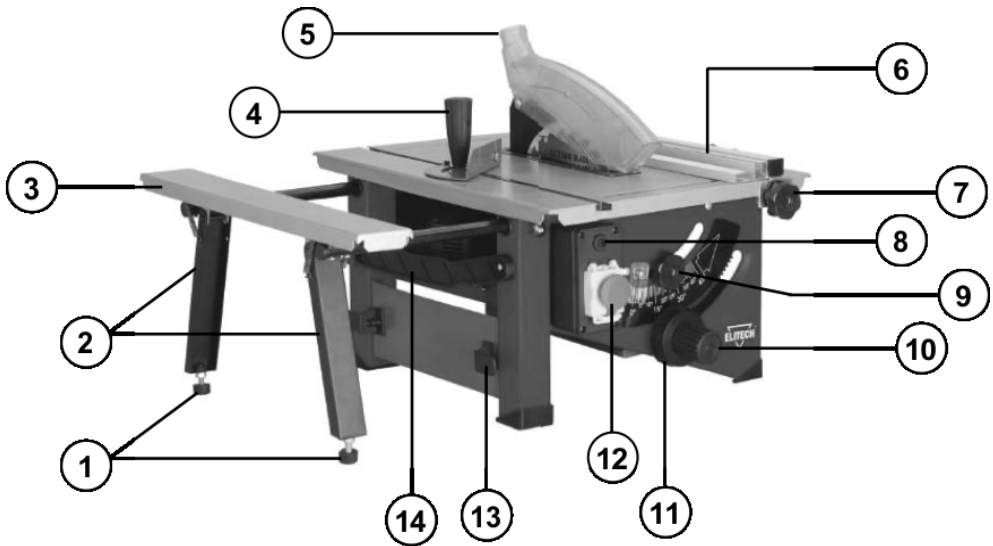
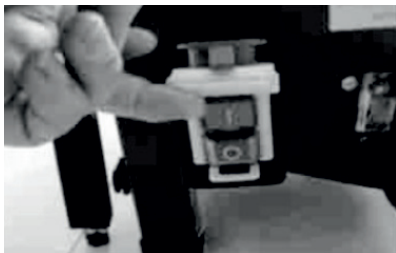

Рис. 1
Рис. 9
1. Установите пильный диск в верхнее положение с помощью ручки 10 (Рис. 1).
Вращайте колесо 10 (Рис. 1) против часовой стрелки для увеличения глубины распила, и по часовой для уменьшения.
1. Для выбора нужного угла распила вращайте колесо 11 (Рис. 1), от «0», до 45°
2. Для фиксации положения используйте фиксатор 9 (Рис. 1).
1. Установите параллельную планку на станок и зафиксируйте ее ручками фиксации параллельного упора (рис. 1);
1. Вставьте направляющие стержни в отверстия на раме станка (рис. 1) установите на торцы стержней фиксаторы.
4. Отрегулируйте высоту удлинителя стола регулировочными ножками (рис. 1)
Для включения пилы нажмите зелёную кнопку «I» на выключателе 7 (Рис. 1)
Данная пила оснащена возвратным предохранителем 8 (Рис. 1), расположенной на наружной стороне выключателя. Возвратная кнопка снова запускает двигатель после возникновения перегрузки или отключения напряжения. При непроизвольной остановке двигателя во время работы, нажмите на красную кнопку «0» для выключения станка, подождите пять минут, пока двигатель не остынет, далее нажмите на возвратную кнопку 8 (Рис. 1), затем нажмите кнопку «I» (Рис. 9), чтобы снова включить станок.